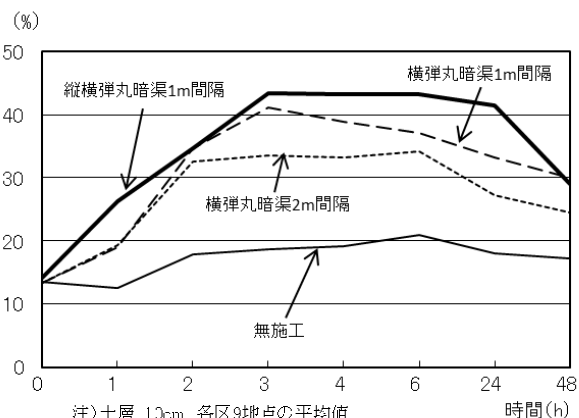

図2 灌水後の土壌水分の変化(2012年6月5日)
- ② 大豆の無中耕無培土栽培では、麦播種前に施工した明渠と弾丸暗渠に通水することで、夏期干ばつ時の速やかな灌水ができる。（図 2、表 2）。